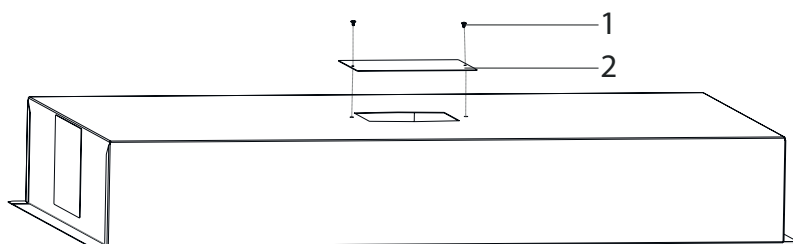

Fig. 14
2. ▶ Montera täckplattan på ovansidan av fläkten med 2 x 3,5x9 skruvar för att täcka hålet (Fig. 14).